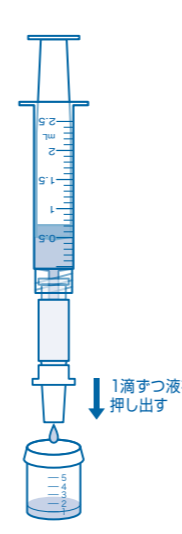

図13
⑬ 液を1滴ずつゆっくり押し出し、ろ液を5mLカップに受けます。(図13)